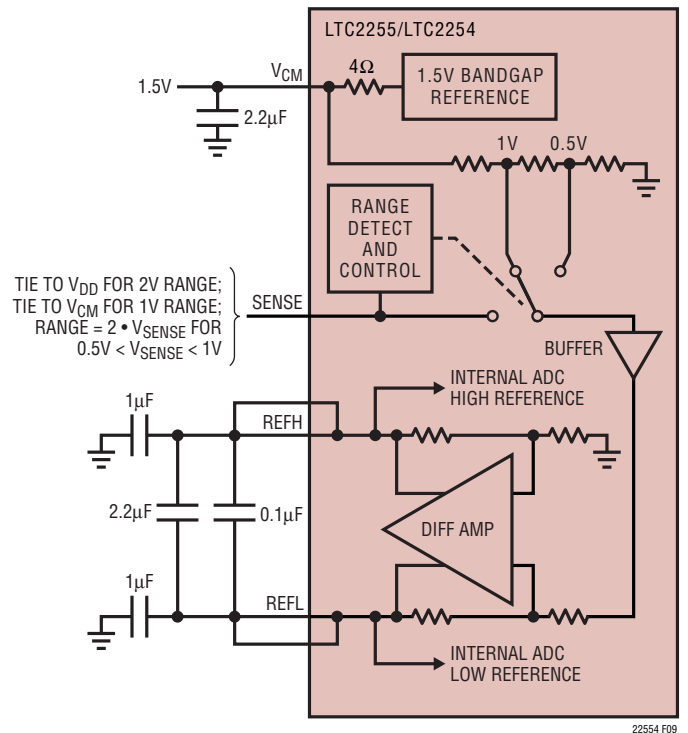

図9. 等価リファレンス回路
1.5Vのバンドギャップ・リファレンス、差動アンプ、およびスイッチングと制御の回路で構成されるLTC2255/LTC2254のリファレンス回路を図9に示します。内部電圧リファレンスはピンで選択可能な2V (差動±1V)または1V (差動±0.5V)の入力レンジに設定することができます。SENSEピンをV_{DD}に接続すると2Vの範囲が選択され、SENSEピンをV_{CM}に接続すると1Vの範囲が選択されます。
ノイズを減らすために複数の出力ピンを必要とします。バイパスコンデンサは図9に示すように接続する必要があります。